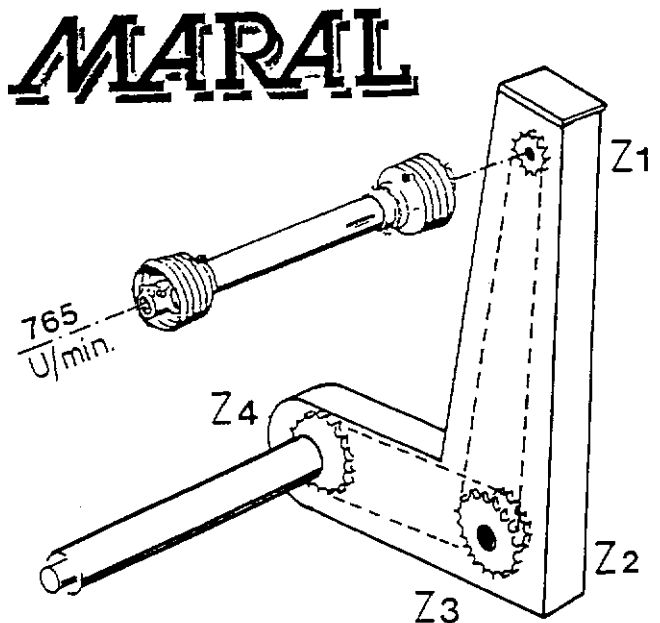

Bild 7
4.1.6. Das Kettenrad 14 Zähne (Z1) siehe Bild 7) hat die Bestell-Nr. 4080 00269 6 und ist bei GPS gegen das Kettenrad 12 Zähne auszutauschen.